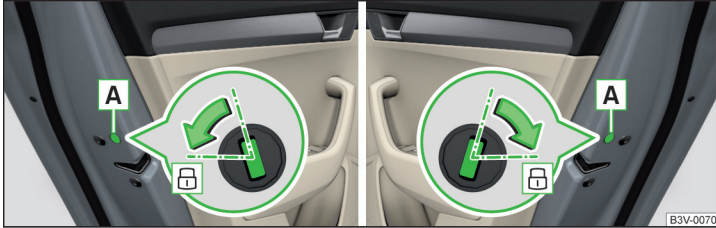

Fig. 260 Încuierea în regim de urgență: portiera spate stânga/dreapta
- › Demontați masca **A** » fig. 260.